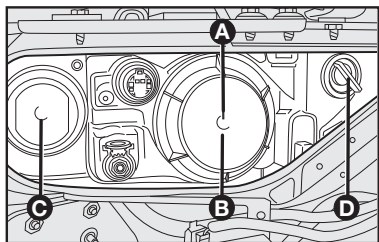

fig. 16
GRUPOS ÓTICOS DIANTEIROS - fig. 16
- Remover a tampa **C-fig. 16** girando-a no sentido anti-horário;
- Montar a tampa **C-fig. 16** assegurando-se do correto bloqueio.
- Remover a tampa **A-fig. 16** girando-a no sentido anti-horário;
- Montar a tampa **A-fig. 16** assegurando-se do correto bloqueio.